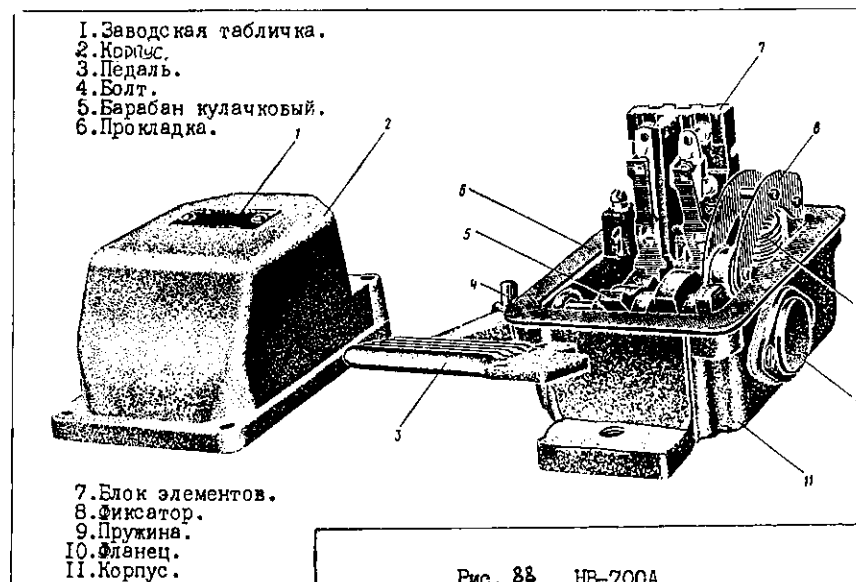

Рис. 88 НВ-700А.
Выключатель представлен на Рис. 88, состоит из корпуса и крышки. Внутри корпуса расположен кулачковый барабан (5) с кулачковыми шайбами и фиксирующего механизма (8). Храповик под действием пружины (9) фиксирует педаль в нулевом положении.